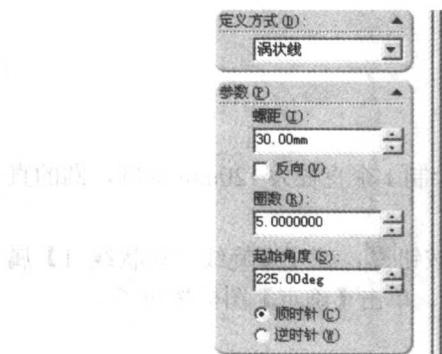

图 1-13 涡状线
- (1) 单击 \square →【零件】→【确定】。
- (2) 单击特征管理器中的 \diamond 上视 \rightarrow 草图 \rightarrow 圆 \rightarrow \odot ，绘制 1 个直径为 20mm 的图，退出草图，选择刚绘制的圆。
- (3) 单击曲线工具栏上的【螺旋线 / 涡状线】图标按钮 Spiral ，在【螺旋线 / 涡状线 1】属性管理器和绘图区域中进行设置和选择，如图 1-13 所示，单击【确定】图标按钮 \checkmark 。